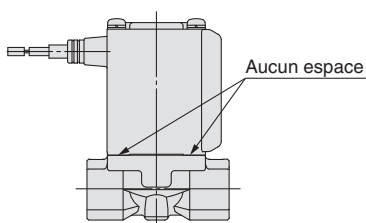
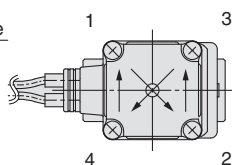

Fig.1
Fig.2
- Maintenez la bobine contre le corps et serrez les vis d'au moins deux tours en diagonale (Fig. 2) de manière à ne pas laisser le moindre espace entre la bobine et le corps (Fig. 1.) Serrez les vis en suivant l'ordre de "1→2→3→4→1→2→3→4".
* Après avoir serré les vis, assurez-vous qu'il n'y a aucun espace entre la bobine et le corps (Fig. 1.)